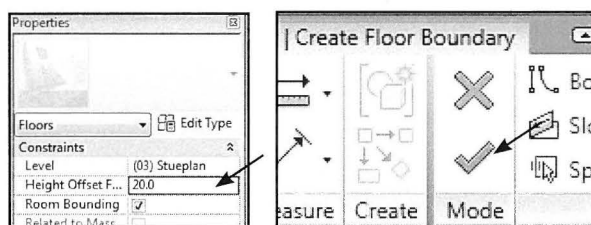

Fig. 07.30.
- Husk at sætte *Height Offset From Level* til 20 mm (Fig. 07.30).